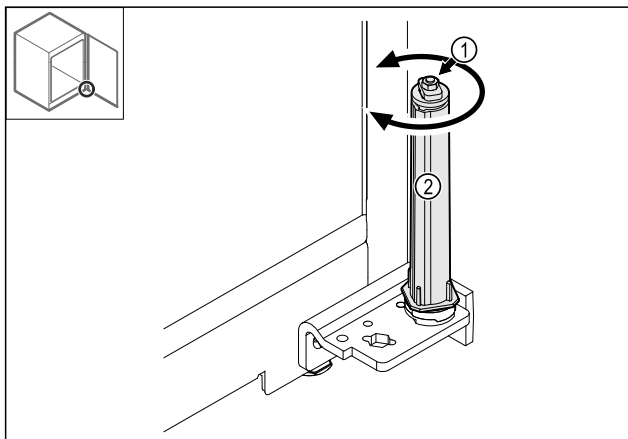

Fig. 43
- Не розбирайте гвинтове з'єднання Fig. 43 (1) запірного механізму.
- Поверніть запірний механізм Fig. 43 (2) до відсутного клацання.